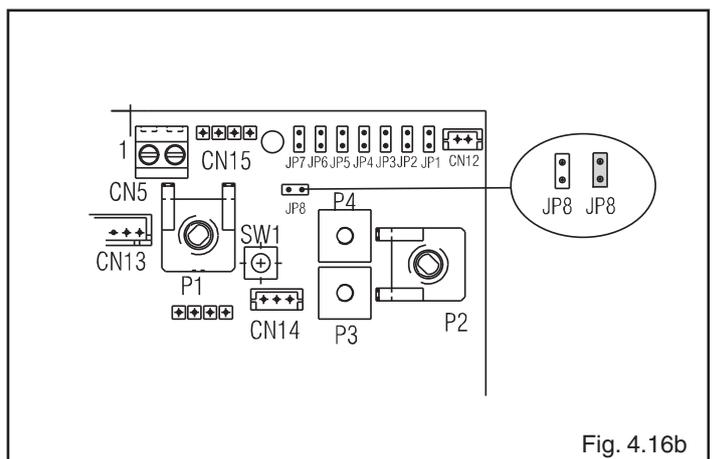

Fig. 4.16b
- JP8** Abilitazione gestione boiler esterno con termostato (jumper inserito)/Abilitazione gestione boiler esterno con sonda (jumper non inserito) Fig. 4.16b.